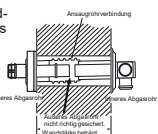

Abb. 5
5. Entfernen Sie bei einer Wandstärke von 130 mm bis 230 mm die Ansaugrohrverbindung und die Auslauffrohrverbindung vom äußeren Abgasrohr (Abb. 5).